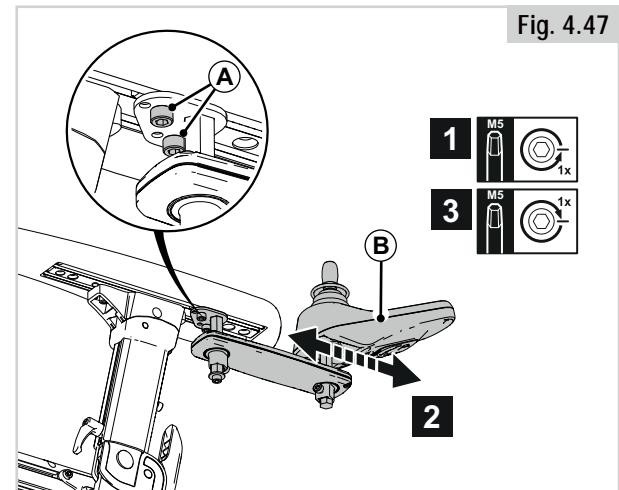

Fig. 4.47
4.12 Forudindstillet fast beslag/svingbeslag til betjeningsenhed**Dybde på betjeningsenhed (Fig. 4.47)**